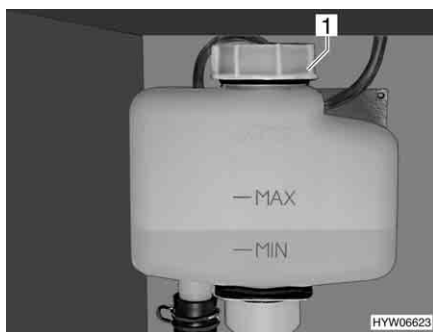

Fig. 216 Vaso d'espansione del riscaldamento ad acqua calda
- Controllare se il livello del liquido nel vaso d'espansione (Fig. 216) è tra la riga del "MIN" e del "MAX".
- Aprire il coperchio (Fig. 216,1) del vaso di espansione.